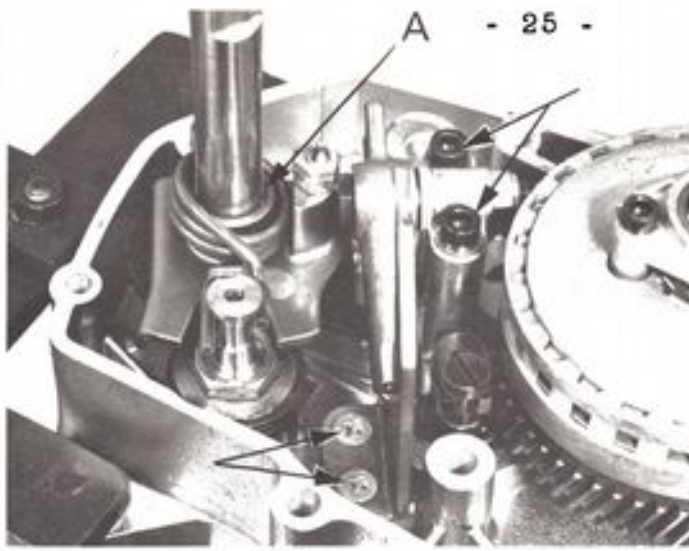

Figure 24
- Retirer le couvercle droit (voir page 21). Le démontage du sélecteur n'offre pas de difficulté. Deux vis tête cruciforme pour la rampe de verrouillage (maintenir la bille pour éviter sa perte) et deux vis tête à six pans creux pour le rochet de commande, sont à retirer (figure 24).